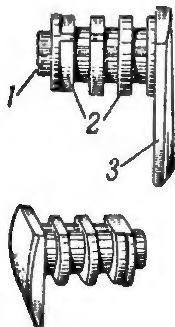

Рис. 17. Запор втулки:
18. Запор втулки (рис. 17) служит для удержания втулки от смещения вперед и для закрывания ее отверстия.